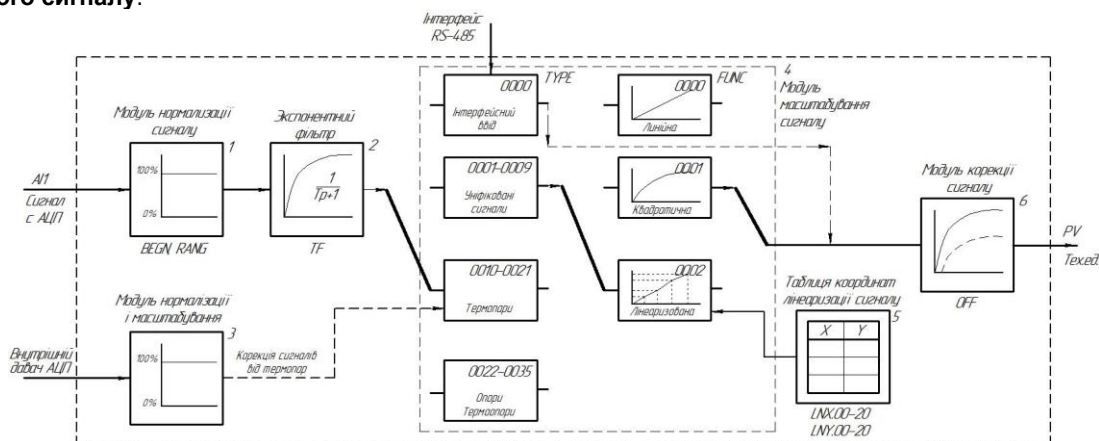

Рисунок 3.6 - Функціональна схема блоку перетворення вхідного сигналу
2. На рівні **qSCr** задати необхідну кількість екранів в діапазонів від 1 до 6, натиснути на клавішу і перейти на налаштування екрану 1 (див. рисунок 3.6).